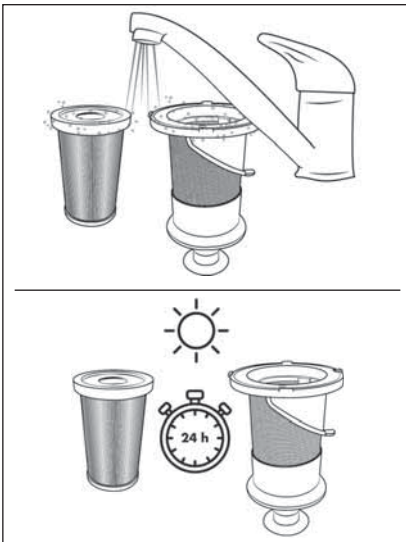

Afb. 19
- 4) Haal het HEPA-filter **5** uit het RVS-filter **6** door in de opening van het HEPA-filter **5** te grijpen en het uit het RVS-filter **6** te trekken (zie afb. 19).